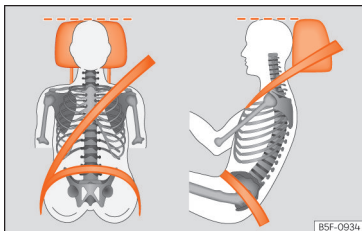

Fig. 17 Banda del cinturón y apoyacabezas ajustados correctamente.
- Ajuste el apoyacabezas de modo que el borde superior quede, en la medida de lo posible, a la altura de la parte superior de la cabeza, lo más cerca posible de la altura de los ojos »» pág. 134. Mantenga la nuca lo más cerca posible del apoyacabezas »» fig. 17.
- Ajuste longitudinalmente el asiento de forma que pueda pisar a fondo los pedales con las rodillas ligeramente flexionadas y que quede una distancia entre la zona de las rodillas y el tablero de instrumentos de al menos 10 cm (4 pulgadas) »» fig. 17.